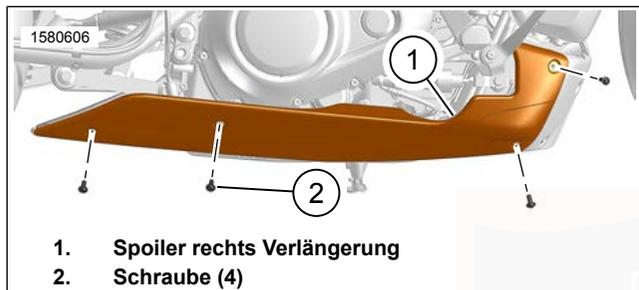

Abbildung 65. Spoiler Rechte Verlängerung (Lang)
1. Siehe Abbildung 65. Schrauben (2) entfernen.
2. Spoiler rechte Verlängerung (1) ausbauen.
1. Siehe Abbildung 65. Spoiler rechte Verlängerung (1) einbauen.
2. Die Schrauben (2) anbringen. Festziehen.